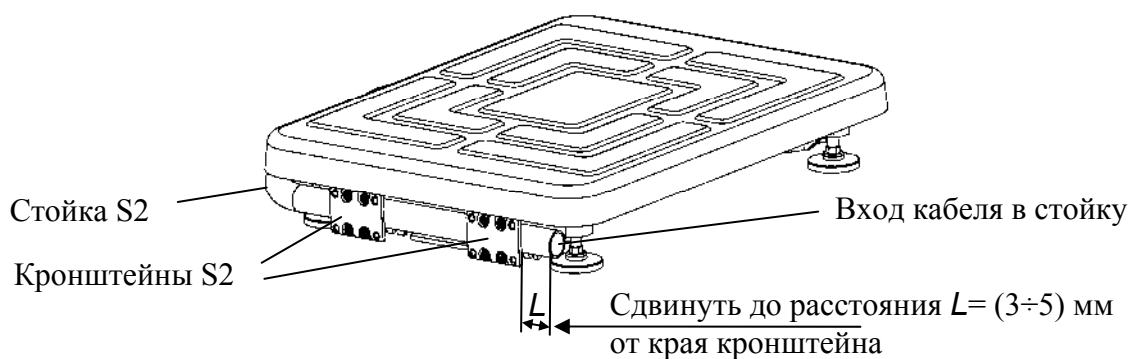

Рисунок 6.2 - Крепление круглой вращающейся стойки
- в основании весов сдвинуть стойку в направлении указанном стрелкой (рисунок 6.2), обеспечив расстояние $L = (3 \div 5)$ мм от ее края до края кронштейна;
- излишек кабеля на входе в стойку (рисунок 6.2) заправить внутрь стойки.